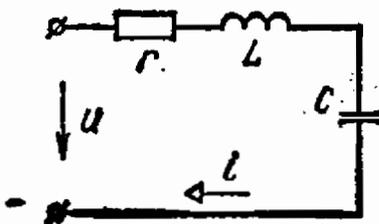

Рис. 8.9
8.9. Определить действующее значение тока и мощность цепи рис. 8.9, если сопротивление $r = 10$ Ом, индуктивность $L = 8,5$ мГ,